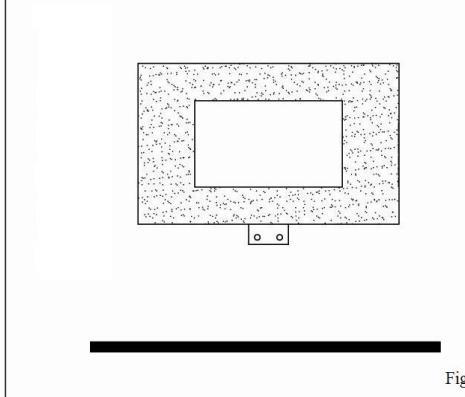

Fig.3
- Fäst fästkonsol med de båda brickorna på undersidan av brasan i de för detta avsedda öppningarna. Luta den ena plana kanten på bygeln mot undersidan av brasan och den andra mot väggen på sådant sätt att väggdelen under brasan sticker ut (bild 3). När glasskivan har monterats kommer denna bygel inte att vara synlig längre.